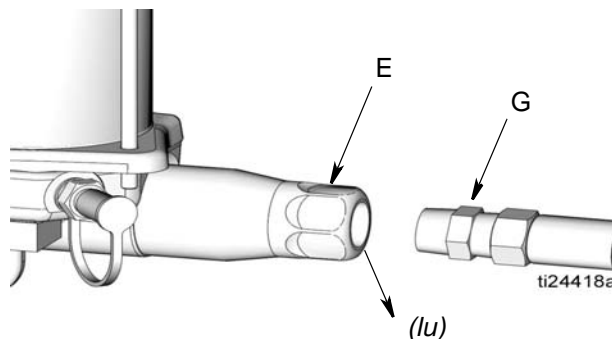

FIG. 7
3. Scollegare la linea di alimentazione (G) dalla mandata della pompa (E) (FIG. 7).
5. Far funzionare la pompa per alcune corse finché dalla mandata (E) non fuoriesce grasso (*gr*) privo di aria (FIG. 7).